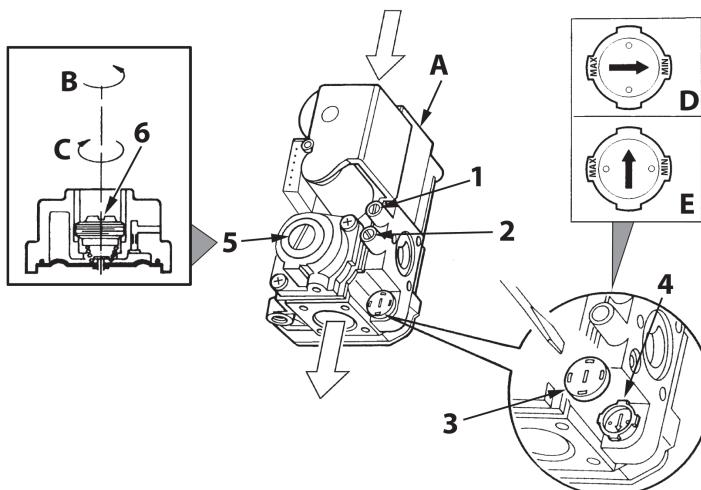

fig. 18 - Regulación de la presión
En las calderas PEGASUS D 45 K 130 es posible regular la capacidad térmica del hogar y en consecuencia la potencia térmica entregada al agua de calefacción, actuando únicamente en la regulación del quemador principal a través de la válvula de gas (véase fig. 18). Los diagramas del apartado cap. 5.2 indican la variación de la potencia térmica entregada al agua al variar la presión de funcionamiento del quemador. La adecuación de la potencia de la caldera a las exigencias de calefacción permite reducir las dispersiones y ahorrar combustible. Además, con la variación de potencia reglamentada por la normativa, las calderas mantienen casi inalterados los valores de rendimiento y las características de combustión.
1. Con un pequeño destornillador sacar el capuchón de protección 5 del operador secundario de la válvula de gas de fig. 18.
2. Conectar un manómetro a la toma de presión 2 (fig. 18), situada después de la válvula del gas, y poner el mando del termostato de la caldera en el valor máximo.
3. Regular la presión por medio del tornillo 6 (fig. 18) en el valor deseado, guiándose con los diagramas del apartado cap. 5.2.
2. Quitar el pequeño capuchón de protección 3 de la válvula de gas (fig. 18). Con un pequeño destornillador, regular el "STEP" de encendido para el gas deseado (**G20-G25** posición **D** fig. , o **G30-G31** posición **E** fig. 18), y volver a poner el capuchón.
- Purgar el aire presente en los tubos del gas por medio de la toma de presión 1 de la válvula del gas (fig. 18).